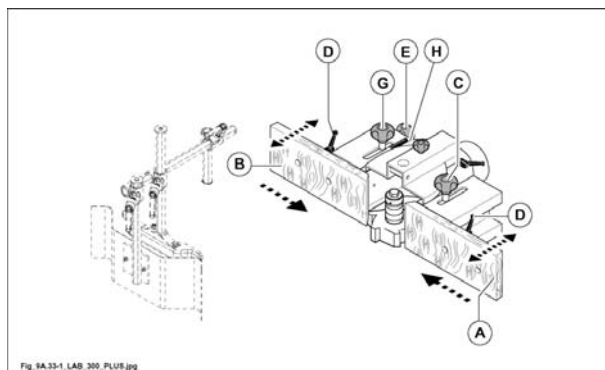

Fig. 9.33-1
Regolazione contemporanea delle guide A e B (fig. 9.33-1).
- Registrare la guida (A fig. 9.33-1) tramite pomello (E fig. 9.33-1) previo allentamento del pomello (C fig. 9.33-1).
- Registrare la guida (B fig. 9.33-1) tramite pomello (G fig. 9.33-1) previo allentamento del pomello (C fig. 9.33-1).
- Le semiguide (A e B fig. 9.33-1) devono essere il più vicino possibile all'utensile (circa 2-3 mm). Per effettuare questa regolazione agire sulle maniglie (D fig. 9.33-1) poste dietro alle rispettive semiguide.
per questo lavoro le semiguide devono essere allineate fra di loro. Leggere lo scostamento fra le due tavolette sull'indice (H fig. 9.33-1). Quando l'indice è posizionato sullo "0" le guide sono allineate fra di loro.
- A regolazione eseguita serrare i pomelli C e G (fig. 9.33-1).